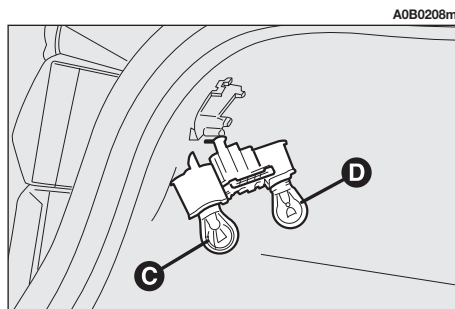

fig. 45
– Rimuovere e sostituire la lampada interressata (di tipo sferico con innesto a baionetta) spingendola leggermente e ruotandola in senso antiorario (**fig. 45**).